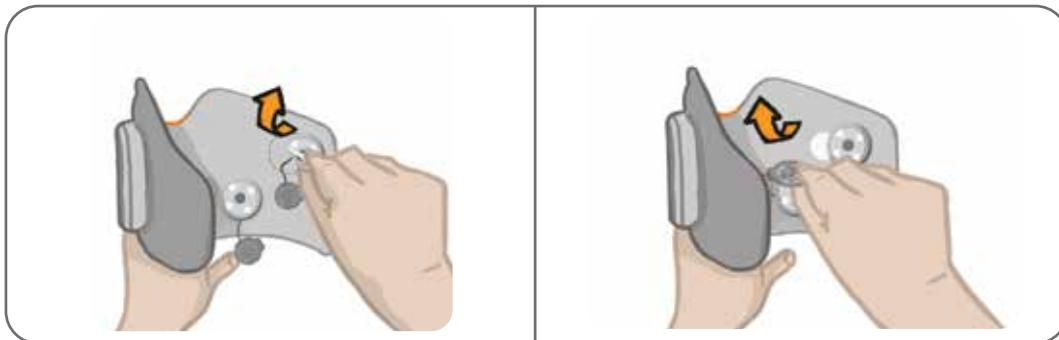

Figura 8-9. Inserimento di nuove basi per elettrodi (sinistra)
5. Attaccare le nuove basi per elettrodi dove erano posizionate le precedenti (Figura 8-9).
6. Collegare i bottoni automatici delle basi per elettrodi ai fori di connessione (Figura 8-9).